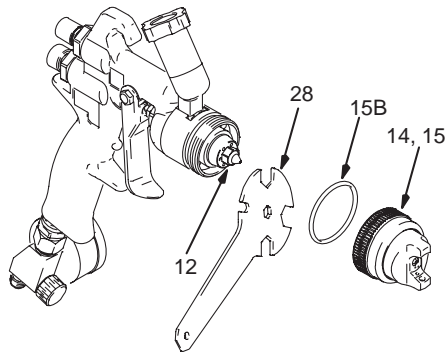

Fig. 22
3. Retire el anillo de retención de la tapa de aire (15) y la tapa de aire (14). Retire y reemplace el sello (15B). Ver Fig. 22.